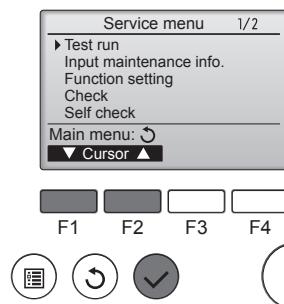

Fig. 8-1
- 1 Vælg "Test run" (Testkørsel) i Service menu (Servicemenu), og tryk på knappen [VÆLG]. (Fig. 8-1)